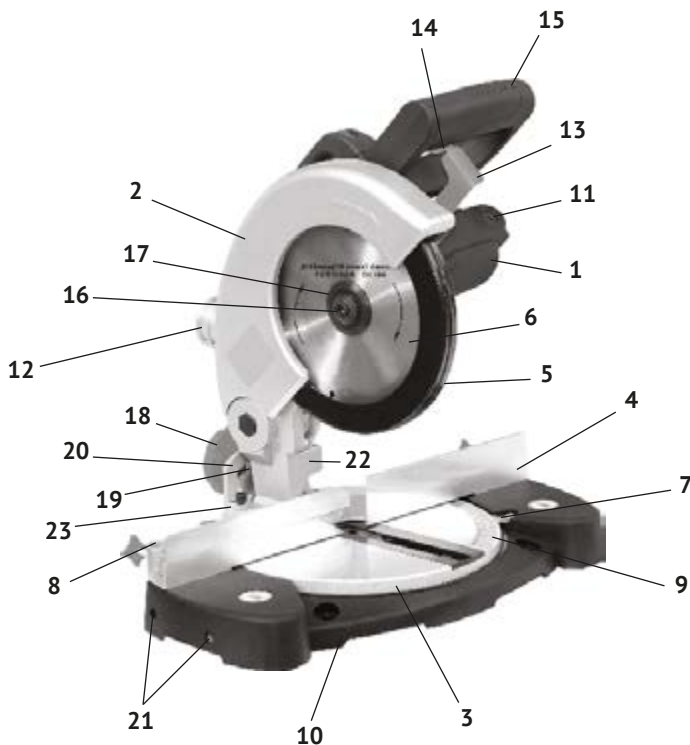

рис. 1
1.1.2 Основным несущим узлом режущего блока пилы является металлический корпус головки режущей, с закреплённым на нём верхним защитным кожухом диска (рис.1 поз.2). С противоположной стороны к корпусу крепится пластиковый корпус двигателя (рис.1 поз.1) с рукояткой (рис.1 поз.15). Вертикальное перемещение режущего блока для реза обеспечивает ось, закреплённая в суппорте головки режущей (рис.1 поз.22). Возвратная пружина возвращает режущий блок в исходное (верхнее) положение. Наклон суппорта влево от вертикального положения обеспечивает ось опоры наклонно-поворотного механизма (рис.1 поз.23). Заготовка на рабочем столе может быть повёрнута в любую сторону на угол от 0 до 45° за счёт поворотного основания. На основной рукоятке пилы расположены: рычаг блокировки защитного кожуха и клавиша выключателя. Конструкция пилы позволяет осуществлять: распиловку материала под заданным углом (косой рез) относительно задней кромки заготовки в обе стороны и под выставленным углом (до 45°), относительно вертикальной оси влево (наклонный рез). На шпindel пилы, крепится пильный диск. Диск является основным рабочим инструментом для резки выбранных материалов.
На неподвижном защитном кожухе пильного диска (рис.1 поз.2) стрелкой указано направление вращения шпинделя.
1.1.7 Металлическая станина (рис.1 поз.10) пилы устанавливается на ровную горизонтальную поверхность. Для крепления пилы на верстаке (рабочем столе) в ножках станины имеются 4-е крепёжных отверстия. При пилении длинных заготовок в боковые отверстия (рис.1 поз.21) станины крепятся две дополнительные опоры. Распиливаемая заготовка плотно прижимается к параллельному упору (рис.1 поз.4) и крепится к рабочему столу струбциной.
Для отвода стружки в комплект поставки входит пылесборник (рис.1 поз.12), который крепится к патрубку неподвижного кожуха. К патрубку можно подключить промышленный пылесос.
- разблокировать подвижный защитный кожух рычагом (рис.1 поз.13);
- включение пилы осуществляется нажатием на клавишу выключателя (рис.1 поз.14);
- следите за правильной установкой направления вращения диска - при установке необходимо, что бы стрелка направления вращения на диске соответствовала направлению, указанному на неподвижном кожухе (рис.1 поз.2) пилы;
- разблокируйте подвижный защитный кожух, нажав на рычаг блокировки (рис.1 поз.13).
- ключом (входит в комплект поставки) открутите фиксирующий болт (рис.1 поз.16) пильного диска, снимите зажимной фланец (рис.1 поз.17) и пильный диск (рис.1 поз.6);
- для установки угла поворота ослабьте установочный винт в основании станины, установите необходимый угол распила, повернув поворотное основание (рис.1 поз.3) в нужную сторону, совместив выбранный угол шкалы (рис.1 поз.9) со стрелкой (рис.1 поз.7) и затяните установочный винт.
- для установки угла наклона необходимо ослабить фиксирующую рукоятку (рис.1 поз.18), установить необходимый угол распила стрелкой (рис.1 поз.19) по шкале (рис.1 поз.20) и надёжно затянуть фиксирующую рукоятку.
- во время работы для эффективного отвода пыли из зоны пиления подключите пылесос или установите штатный пылесборник на патрубок (рис.1 поз.12).
- для замены щёток необходимо открутить крышки щёткодержателей (рис.1 поз.11) на корпусе двигателя (рис.1 поз.1), вынуть использованные щётки из щёткодержателей, заменить их новыми и закрутить крышки щёткодержателей. Щётки следует заменять парой для обеспечения равной степени их давления на коллектор якоря;